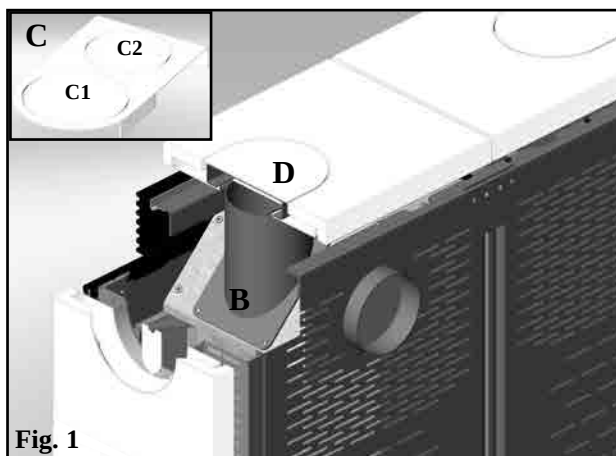
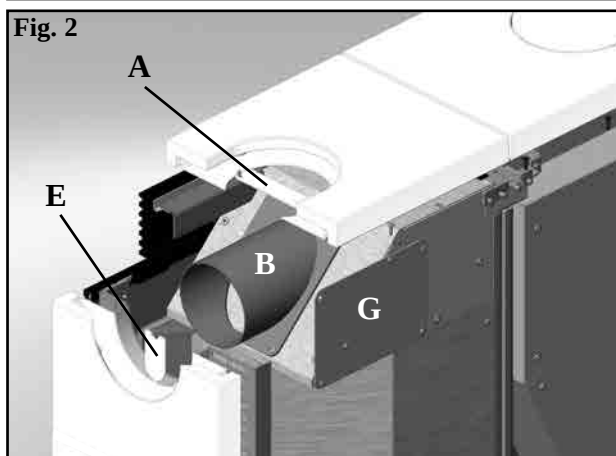
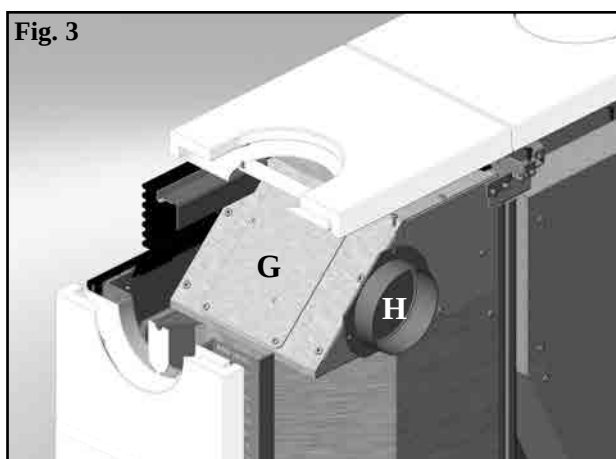

Fig. 1
Fig. 2
Fig. 3
Pour le raccordement il faut utiliser le couvercle prédécoupé fourni à part (C) et enlever le diaphragme C1, à la place du couvercle qui n'est pas prédécoupé (D - fig.1). Enlever le diaphragme prédécoupé de la plaque en métal du support en céramique droit (A - fig. 2) et fixer le manchon de raccordement (B - fig. 1).
Pour raccorder le tuyau convoyeur il suffit d'enlever le diaphragme (E - fig. 2) prédécoupé du côté métallique droit de support des céramiques latérales et de fixer le manchon de raccordement (B - fig. 2). Enfiler le tuyau sur le manchon de raccordement (B) en le faisant passer à travers le trou dans la céramique (dans ce cas le bouchon en céramique n'est pas utilisé).
En outre il est possible de configurer le poêle pour que la sortie de la canalisation se fasse par l'arrière (fig. 3). Dans ce cas il faut enlever le petit couvercle qui se trouve sur la sortie postérieure (G-fig.2) et le fixer à sa place G - fig. 3. Installer le manchon de raccordement prévu à cet effet (H-fig.3) et enfiler le tuyau convoyeur.
Pour le raccordement il suffit de faire passer le conduit (non fourni) sur le coude de raccordement (G-fig.5) déjà présent sur le poêle et accessible en ouvrant le volet en verre droit (fig. 5). Un couvercle d'inspection pour le nettoyage (H) est présent sur le coude (G). En cas d'utilisation de la sortie par le top il faut utiliser le couvercle prédécoupé (C - fig. 1 à la page 67) et enlever le diaphragme C2, à la place du couvercle non prédécoupé (D - fig. 1 à la page 67).